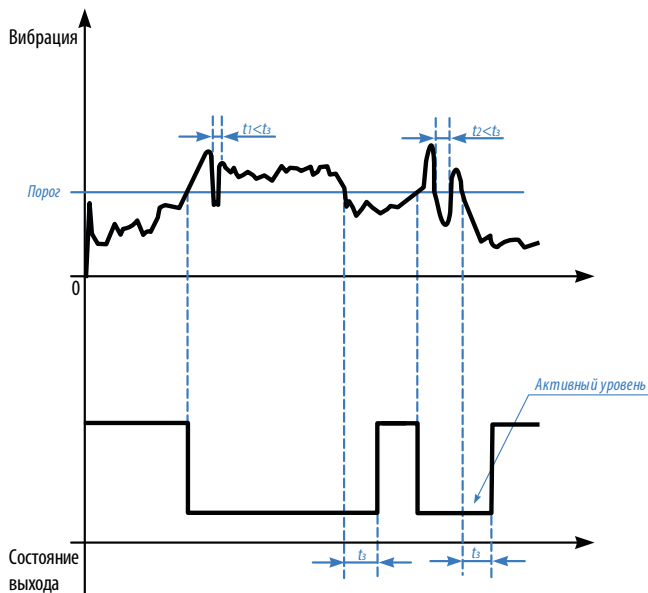

Рис.16. Диаграмма работы выходов в режиме Вибрация.
**Вибрация.** В данном режиме вычисляется мгновенное отклонение модуля ускорений по трем осям относительно усредненного значения ускорения, в %. Как только уровень вибрации (модуль ускорения) превышает заданный порог, то выход датчика переключается в активное состояние (без задержки). Обратное переключение выхода происходит в том случае, если уровень вибрации становится ниже порога и не превышает его в течение заданной задержки ( $t_3$ , Рис.16).